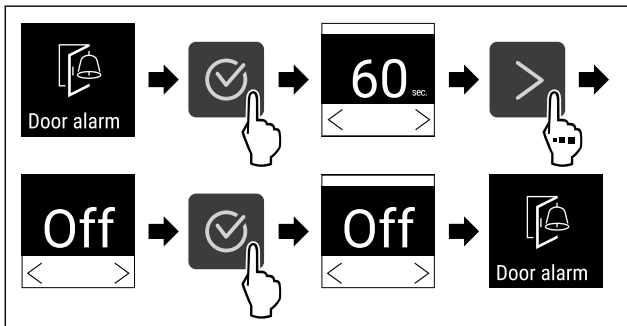

Fig. 118
- ▶ Végezze el a gyakorlati lépéseket (lásd Fig. 118) .